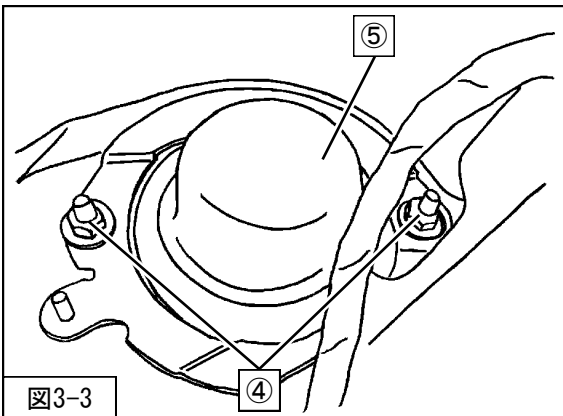

図3-3
5. ④リアサスペンションASSY-アッパー取付ナット
⑤キャップを取外してください。(図3-3)